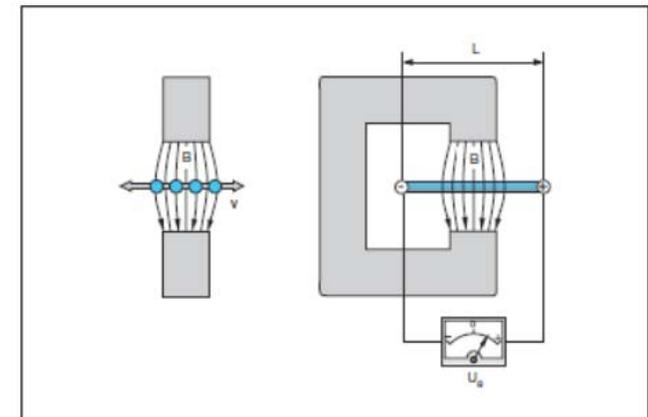

Fig. 61: Principio de inducción electromagnética según la formulación de M. Faraday (1791–1867).
El fenómeno físico en el que esta técnica se basa se conoce, sin embargo, desde mucho antes. El físico inglés Michael Faraday (1791–1867) se percató de que al mover una barra metálica conductora de longitud (L) con velocidad (v) en el seno de un campo magnético (B), se induce una corriente eléctrica que genera entre los dos extremos de la barra una tensión (U_e) de algunos milivoltios (Fig. 61). Faraday también descubrió que la magnitud de la tensión inducida de este modo es directamente proporcional a la velocidad (v) de movimiento y a la intensidad (B) del campo magnético.